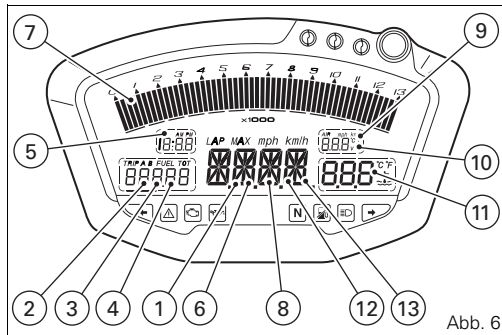

Abb. 6
12) **Inspektionsanzeige (SERV)** (Abb. 6).
13) **USB-Datenlogger** (Abb. 6).